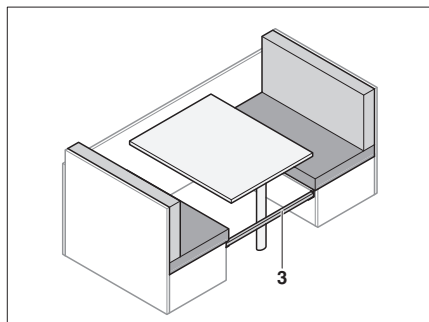

Fig. 62 Inserire il pannello di rinforzo
- Inserire il listello supplementare (Fig. 62,3) tra le dinette.